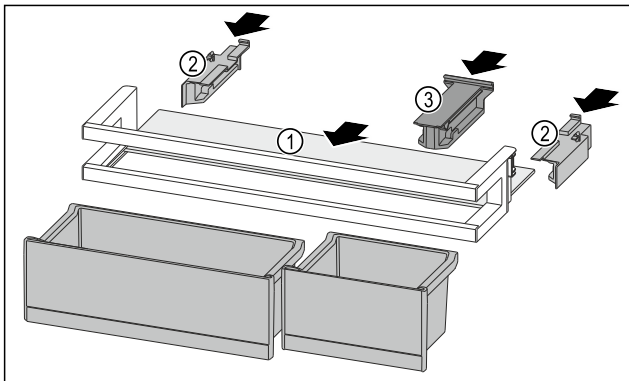

Fig. 88
- ▶ Insérer la tablette de rangement Fig. 88 (1) dans les évidements latéraux.
- ▶ Installer les parties latérales Fig. 88 (2).
- ▶ Installer la pièce de retenue Fig. 88 (3).